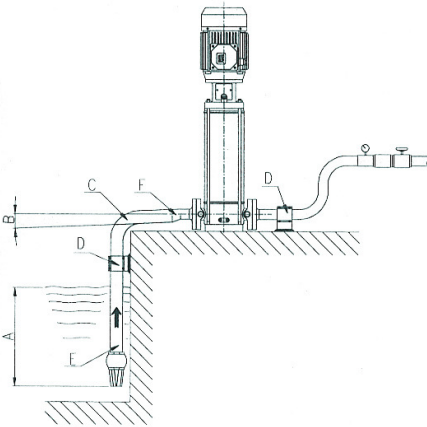
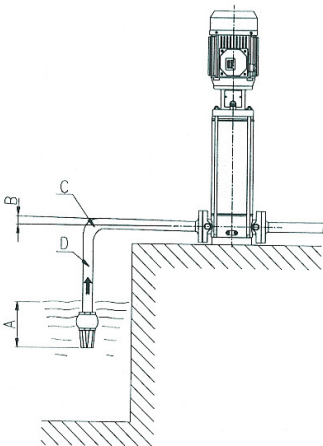

Abb.1
Abb.2
11.7 Hinweise zum richtigen Einsatz der Pumpen (Abb.1 – Abb.2)